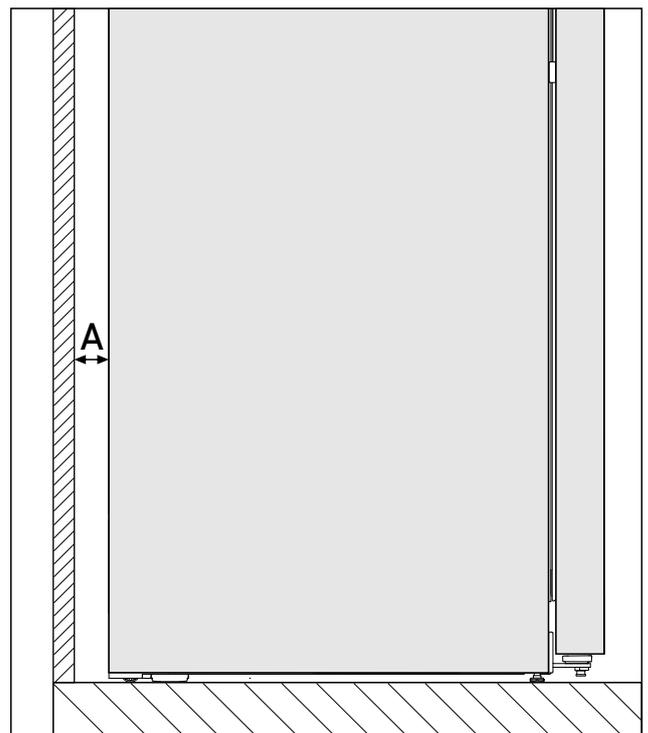

Fig. 3 *
已在冰箱背面与墙壁之间的离墙距离为 Fig. 3 (A) 时确定能量消耗。当离墙距离小于 Fig. 3 (A) 时，不会影响冰箱的功能，但在更小的离墙距离下，能量消耗会略微升高。